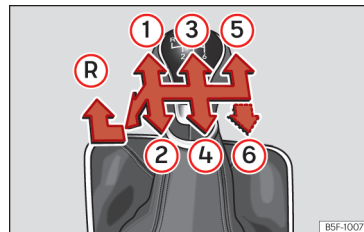

Abb. 84 Schaltschema bei einem 5-Gang bzw. 6-Gang Schaltgetriebe
Auf dem Schalthebel sind die Positionen der einzelnen Fahrgänge dargestellt **>>> (Abb. 84)**.
- Schalthebel in die Neutralstellung bringen und nach unten drücken. Schalthebel ganz nach links und dann nach vorn in die Rückwärtsgangposition schieben >>> (Abb. 84) (R).